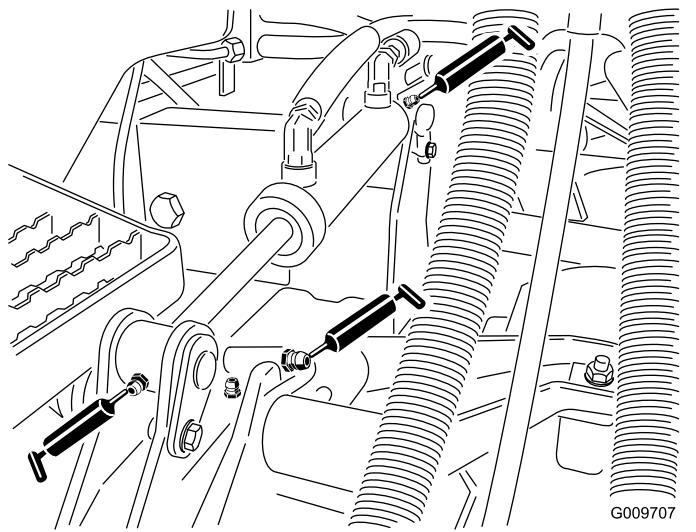

Рисунок 61
- Втулки рычагов подъема (по 1 шт. на каждой двери), как показано на Рисунок 61.
- Втулки цилиндров подъема (по 2 шт. на каждой деке), как показано на Рисунок 61.